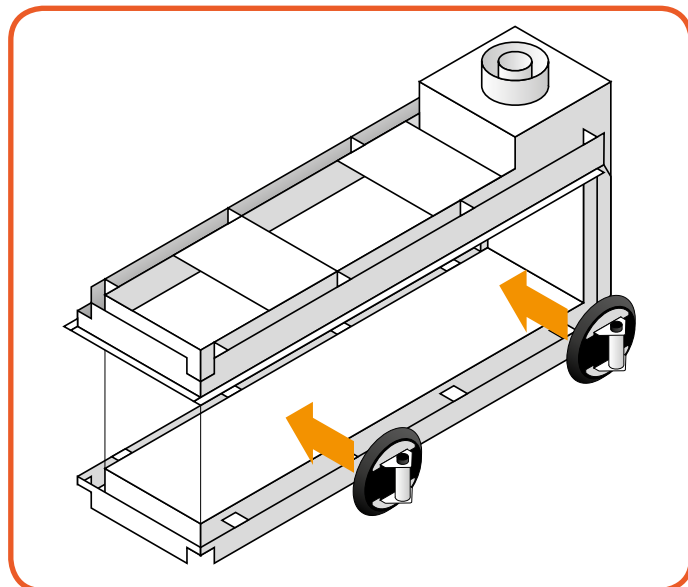

Figura 10.5 - Applicazione delle ventose
- Applicare la ventosa sul vetro e assicurarsi che sia abbastanza sottovuoto da non staccarsi (*Figura 10.5*).